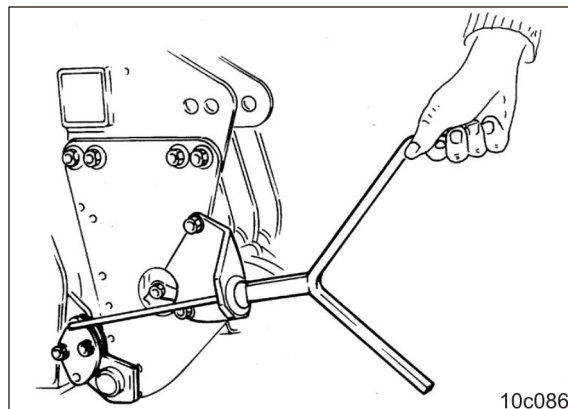

Рис. 91
1. Установите рукоятку для установки нормы высева (Рис. 91) на ходовой винт и отрегулируйте давление сошников.